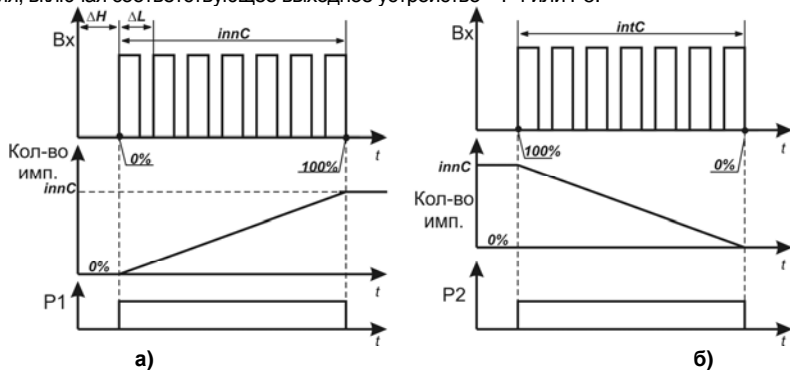

Рисунок 3.7
При  $PreS = 2$  – режим работы без дожатия. Открытое и закрытое положение задвижки определяется при выполнении двух условий (рисунок 3.7):
- значение времени хода задвижки находится в интервале, определяемом значениями параметров  $innL$  и  $innH$  ( $\Delta L = innC - innL$ ,  $\Delta H = innH - innC$ ), рисунок 3.7, а – определение открытого положения, рисунок 3.7, б – определение закрытого положения.